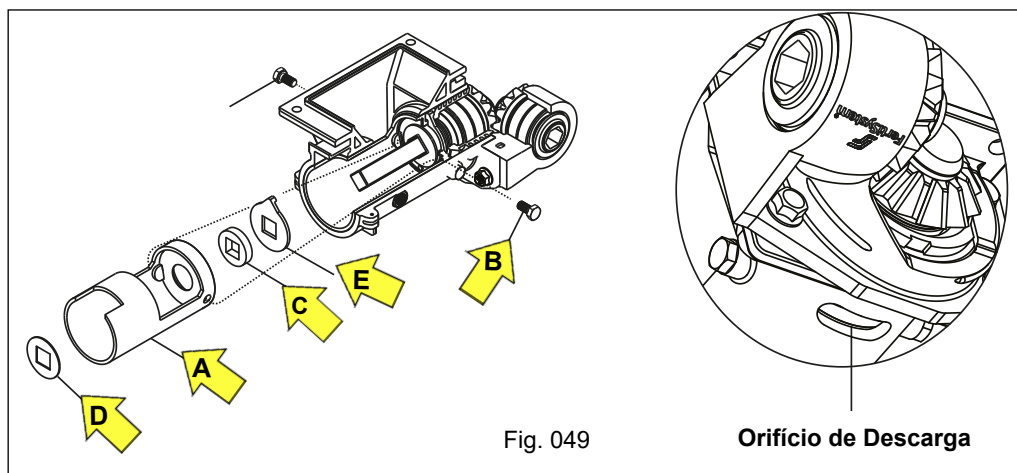

Fig. 049
d) Efetue a análise de desgaste no revestimento “A”, substitua-o se apresentar desgaste excessivo, afrouxando e retirando o parafuso “B”. Verifique se há desgaste no feltro “C”, arruelas “D” e arruela de limpeza “E”. O desgaste excessivo é verificado quando ocorrer a saída do adubo em grande quantidade pelo orifício de descarga autolimpante, localizado na face inferior do corpo do distribuidor (Fig. 049).